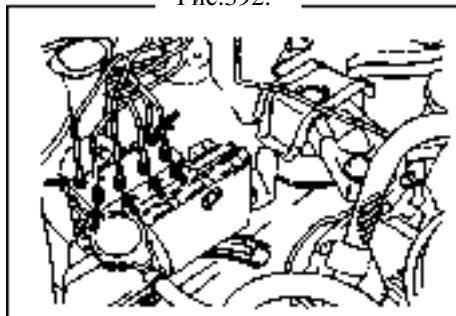

Рис.392.
- (c) Используйте специальный инструмент для снятия масляной трубы блока управления гидравликой (рис.392)..